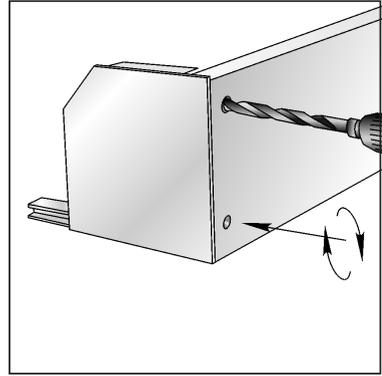

Abb. 14
- Markieren und bohren Sie gleichzeitig im Rollladenkasten und im oberen Teil der Deckel jeweils 2 Löcher $\varnothing 4,2+0,3$ für Niete (Abb. 14);